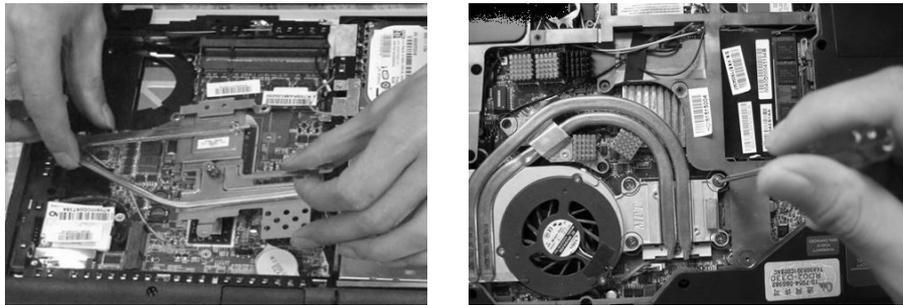

图 2-31 拆导热管、拆螺丝
2) 拆掉散热导管，取下 CPU 风扇，如图 2-31 所示。